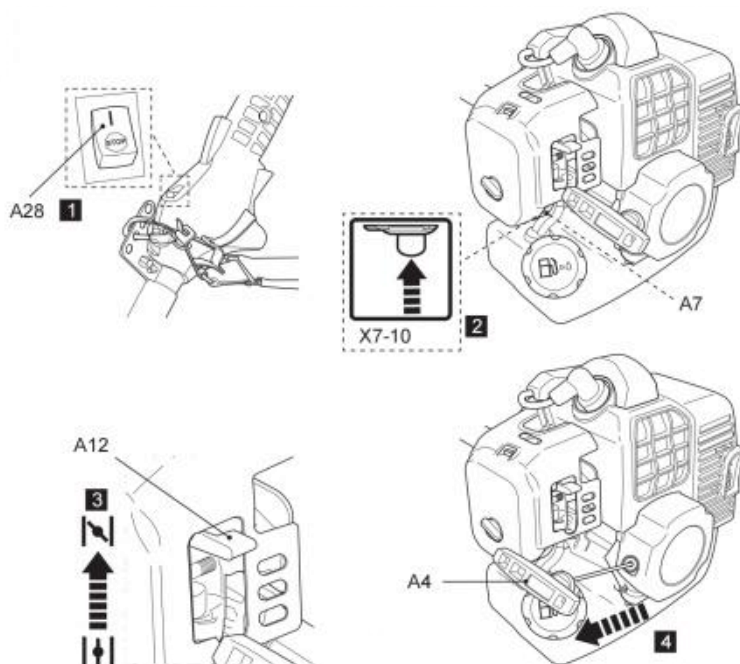

Fig. 38
5. Maintenez le produit stable et tirez lentement sur la poignée du lanceur (A4) jusqu'à sentir une résistance, puis tirez rapidement. Si le moteur ne démarre pas après 8 tentatives, abaissez légèrement le starter jusqu'à sa position médiane. Répétez l'opération jusqu'à ce que le moteur démarre (Fig. 38).